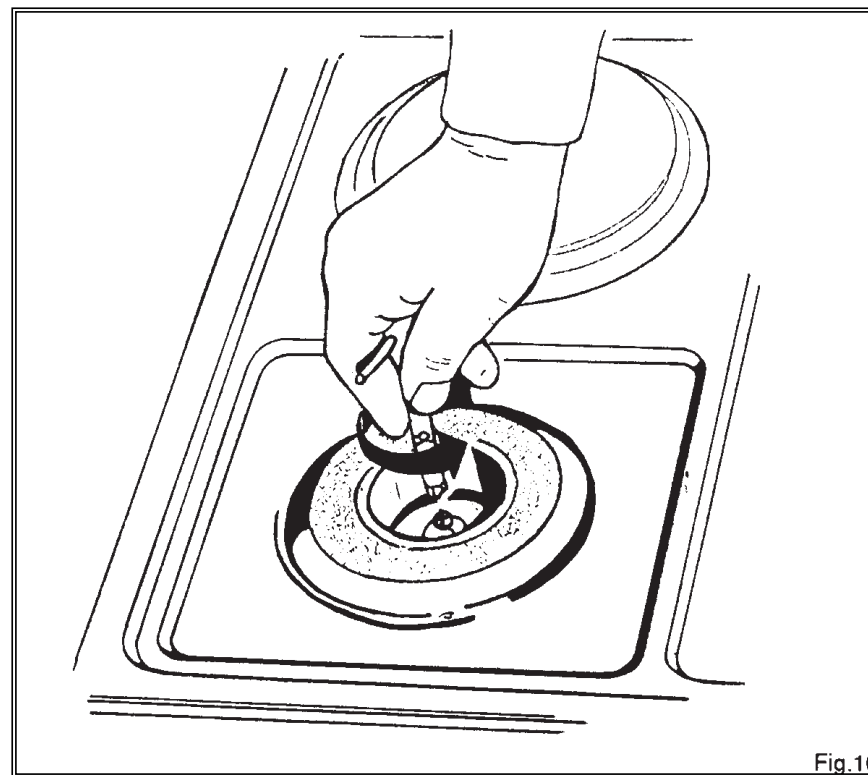

Fig.10
- 3) Dévisser l'injecteur (fig. 10)